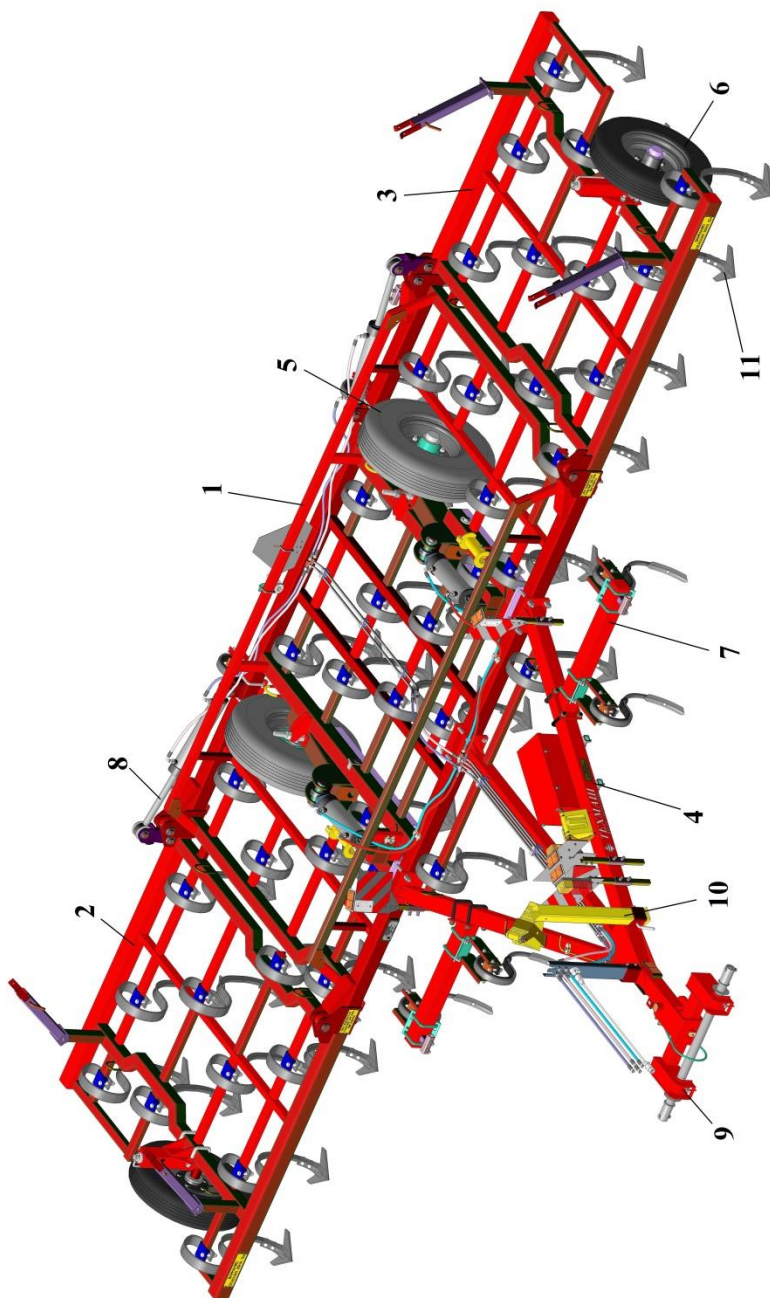

Рисунок 1 – Общий вид культиваторов КПМ-6 / КПМ-8 / КПМ-10 в рабочем положении (со стойкой 70x12)
3.1 Культиваторы КПМ-4, КПМ-6, КПМ-8, КПМ-10 (рис. 1 и 2) представляют собой полунавесные машины, состоящие из центральной рамы 1, сннца 4, двух крыльев 2 и 3 (для КПМ-6 / КПМ-8 / КПМ-10), опорных колес 5, копирующих колес 6 (для КПМ-8 / КПМ-10), следорыхлителей 7 и гидросистемы.
3.10 При работе сигнальные панели необходимо снять и закрепить вертикально на снице в специальных кронштейнах (рис. 1). Задние панели отсоединить от розетки вместе с проводами и вилкой.